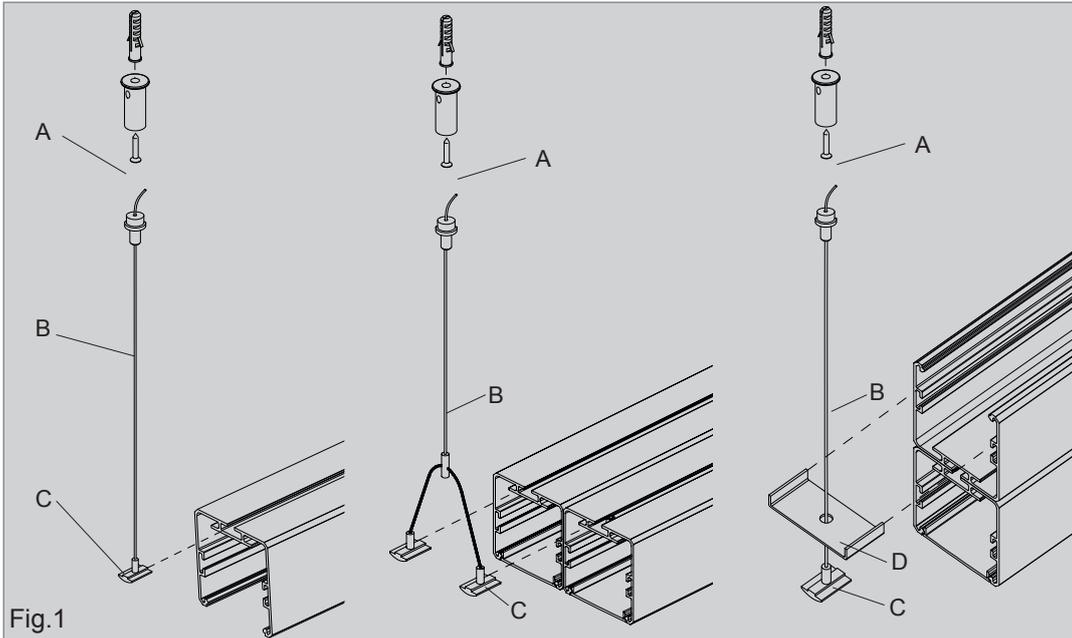

Fig.1
2. Fissare il rosone di ancoraggio (A) al soffitto tramite tassello e vite (non in dotazione) [Fig. 1].
3. Infilare la parte libera della fune di acciaio (B) nel foro presente sul regolatore millimetrico; per liberare il cavo premere sulla bussola e bloccarlo serrando la ghiera.
4. Modello Singolo: fare scorrere la staffa (C) nel canalino superiore dell'apparecchio, per posizionarlo correttamente all'interasse prescelto. Modello Doppio Orizzontale: fare scorrere le due staffe (C) nei canalini superiori dell'apparecchio. Modello Doppio Verticale: passare la fune di acciaio (B) nella staffa di aggancio (D) prima delle operazioni previste nel punto 3; far scorrere la staffa nei binari laterali dell'apparecchio, posizionata come da figura [Fig. 1].
2. Secure the anchoring rose (A) to the ceiling, by means of a dowel and screw (not supplied) [Fig. 1].
3. Introduce the free end of the steel cable (B) in the hole on the millimetre gauge; to free the cable, press on the bush and lock it, tightening the ring nut.
4. Single model: slide the bracket (C) in the upper trough of the apparatus, to position it correctly at the selected wheelbase. Double Horizontal model: slide the two brackets (C) in the top troughs of the apparatus. Double Vertical Model: pass the steel cable (B) in the hooking bracket (D) before carrying out the operations foreseen in point 3; slide the bracket in the lateral tracks of the apparatus, positioned as shown in the figure [Fig. 1].